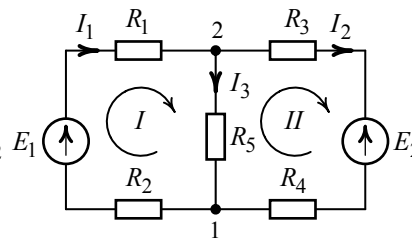

Рис. 2.2
Выберем произвольно положительные направления токов в ветвях схемы и обозначим их, как указано на рис. 2.2.
Достаточное количество уравнений равно трем, что соответствует количеству неизвестных токов, обозначенных в ветвях схемы как  $I_1$ ,  $I_2$  и  $I_3$  (рис. 2.2).
3. Составим систему уравнений по первому и второму законам Кирхгофа. Одно уравнение по первому закону Кирхгофа, например для узла 1, и два уравнения по второму закону Кирхгофа для двух независимых контуров. Положительные направления обхода контуров соответствуют направлениям, указанным на рис. 2.2.